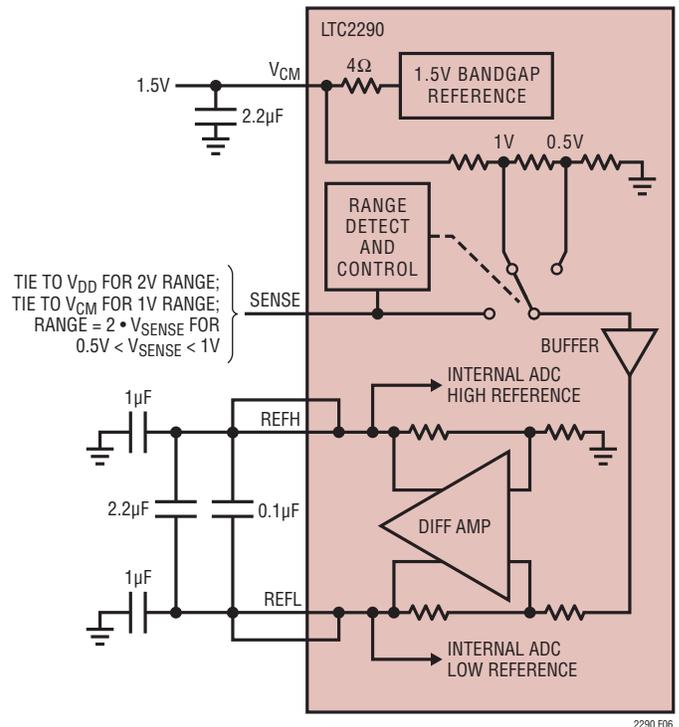

図6. 等価リファレンス回路
1.5Vのバンドギャップ・リファレンス、差動アンプ、およびスイッチングと制御の回路で構成されるLTC2290のリファレンス回路を図6に示します。内部電圧リファレンスはピンで選択可能な2V(差動±1V)または1V(差動±0.5V)の2つの入力レンジに設定することができます。SENSEピンをV_{DD}に接続すると2Vの範囲が選択され、SENSEピンをV_{CM}に接続すると1Vの範囲が選択されます。
差動アンプはADCの“H”リファレンスと“L”リファレンスを生成します。高速スイッチング回路がこれらの出力に接続されているので、これらの出力は外部でバイパスする必要があります。各出力には2つのピンがあります。パッケージのインダクタンスを減らすために複数の出力ピンを必要とします。バイパス・コンデンサは図6に示すように接続する必要があります。ADCの各チャンネルのリファレンスは独立しており、バイパス・コンデンサも各チャンネル専用です。2つのチャンネルで使用する入力範囲は、同じでも別々でもかまいません。